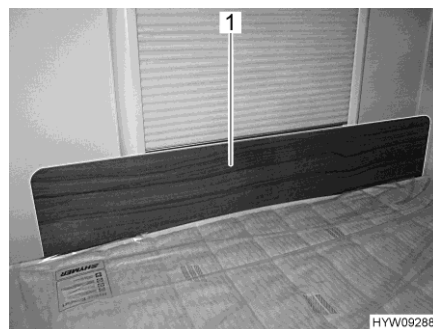

Bild 102 Schutzblende/Herausfallschutz
- Schutzblende (Bild 102,1) vor dem Fenster zwischen Matratze und Fensterrahmen stecken. Die Klemmwirkung der Matratze hält die Schutzblende in ihrer Position vor dem Fensterrahmen.